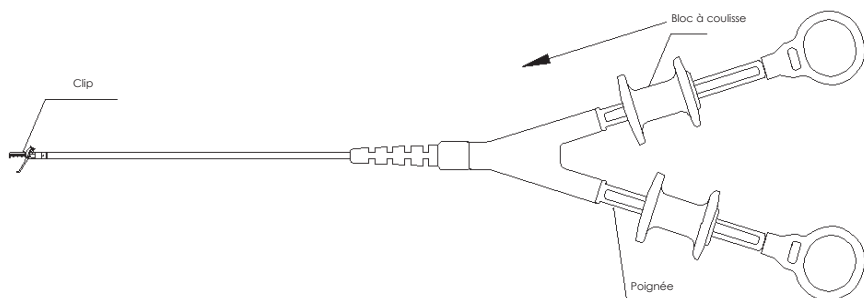

Fig. 3 Ouvrir la dat dispositif jetable à double action pour fermeture des tissus
3. Ouvrir la dat dispositif jetable à double action pour fermeture des tissus: Lorsque la dat dispositif jetable à double action pour fermeture des tissus est dans la position souhaitée (un côté de la plaie), actionner doucement le bloc à coulisse de la première poignée pour ouvrir la pince du côté correspondant (comme indiqué sur la Fig. 3).